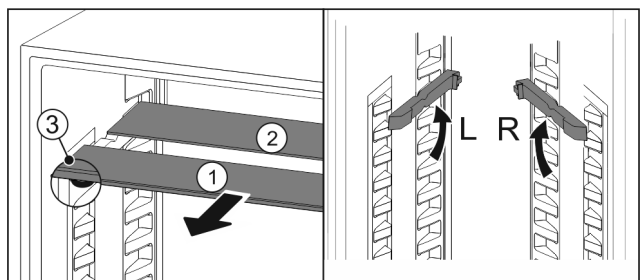

Fig. 31
- Glasplatten einzeln nach vorne herausziehen Fig. 31 (1).
- ▷ Glasplatte Fig. 31 (1) mit Zierleiste liegt vorne.
▷ Stopps Fig. 31 (3) zeigen nach unten.